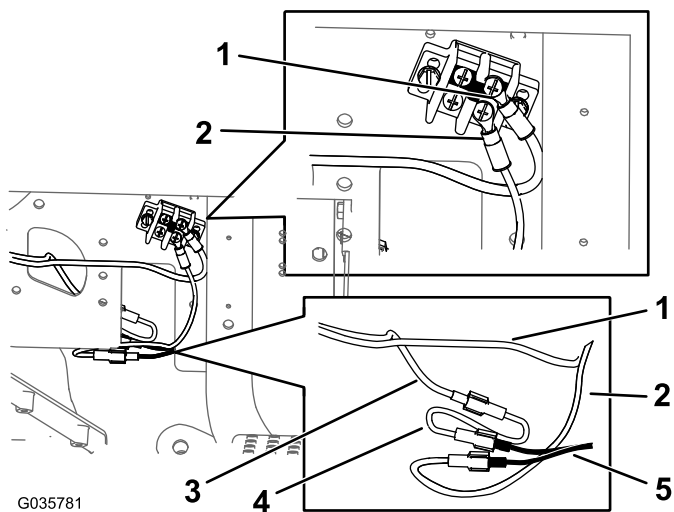

Figure 14
- C. Connectez la cosse en anneau du faisceau de câblage et le faisceau adaptateur de masse au bloc de mise à la masse (Figure 14).
- D. Branchez le faisceau adaptateur d'alimentation au faisceau de câblage (Figure 14).